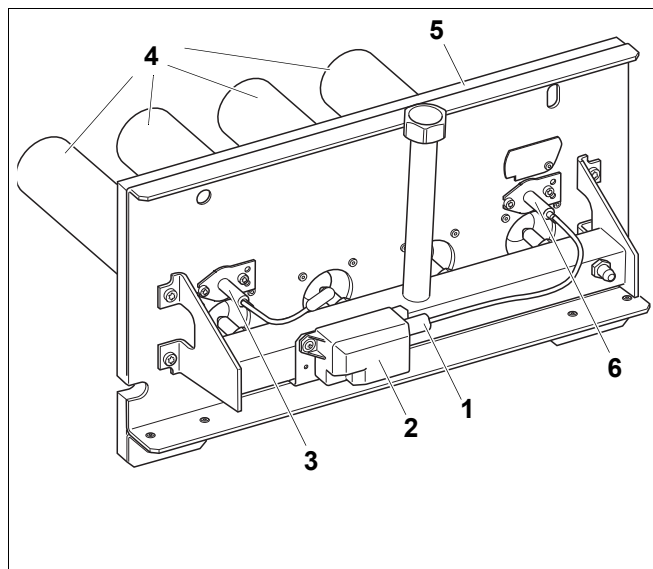

Рис. 42 Чистка горелки
- Отсоединить штекер кабеля для розжига (Рис. 42, **поз. 1**) на трансформаторе розжига (Рис. 42, **поз. 2**).
- Открутить оба болта на контролирующем электроде (Рис. 42, **поз. 3**) и осторожно вынуть его.
- Открутить оба болта на запальном электроде (Рис. 42, **поз. 6**) и осторожно вынуть его.
- Опустить стержни горелки (Рис. 42, **поз. 4**) в воду с чистящим средством и очистить их щеткой.
Следите за тем, чтобы не намочить теплоизоляцию на щитке горелки (Рис. 42, **поз. 5**) и запальный трансформатор (Рис. 42, **поз. 2**). При необходимости снимите запальный трансформатор.